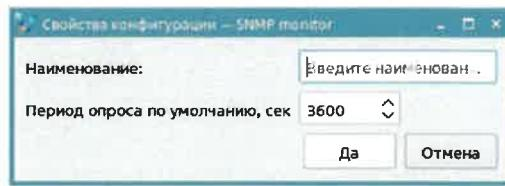

Рис. 13 – Добавление конфигурации
- **Добавить** – создание новой конфигурации. В окне свойств конфигурации (Рис. 13) задается наименование конфигурации и период опроса по умолчанию.